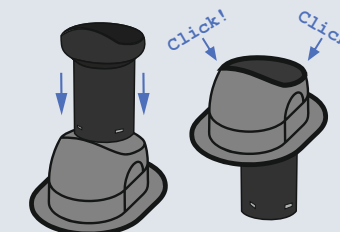

Rys. 1.
3. Oznaczyć otwór w pokryciu odrysowując go od wewnętrznego otworu podstawy (Rys. 1.).